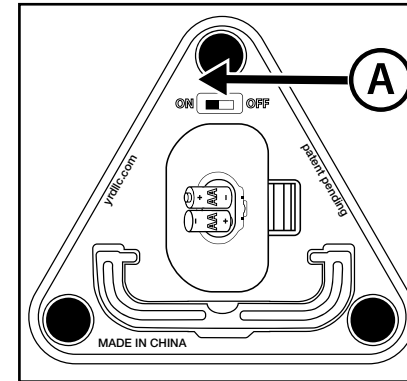

Abbildung 6
1. Wenn der Table Guard Fly Fan™ eingeschaltet wird (Abbildung 6 (A)), läuft er 4 Stunden lang und schaltet sich dann automatisch ab. Nach 4 Stunden können Sie Ihren Table Guard Fly Fan™ neu starten, indem Sie das Gerät aus- und wieder einschalten. Der Table Guard Fly Fan™ läuft dann für weitere 4 Stunden. Der Table Guard Fly Fan™ kann ausgeschaltet werden. Drehen Sie den Schalter jederzeit in die Aus-Position.